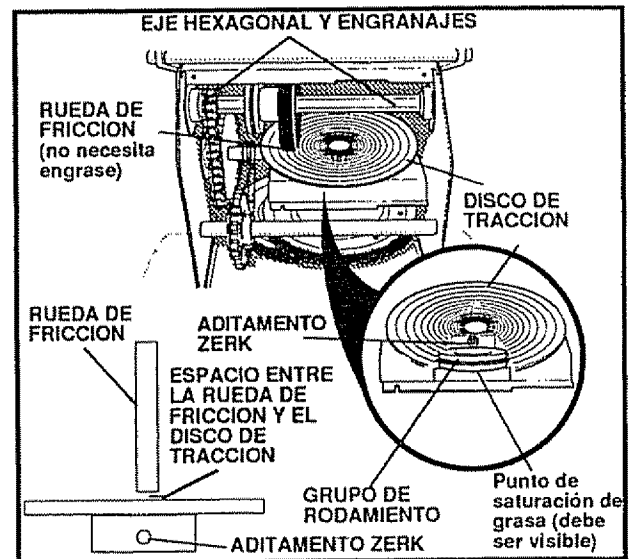

FIG. 18
- Disco de tracción - Utilice grasa Moly para alta temperatura y presión (Hi Temp EP Moly), y un engrasador manual, para engrasar el aditamento zerk colocado debajo del disco (vea la llamada interna en la Fig. 18) cada 25 horas, al final de la temporada fría y/o antes de guardar la unidad. Para efectuar el engrase, haga girar el disco manualmente en el sentido de las agujas del reloj hasta que el aditamento zerk sea visible al frente y al centro. NO permita que la grasa desborde o entre en contacto con el disco o la rueda de fricción, ya que podrían dañarse. Ponga grasa en cantidad suficiente y sólo hasta que sea visible al nivel del rodamiento debajo del aditamento zerk. Vea la "Tabla de lubricación" en la página 16
- Eje hexagonal y engranajes - No requieren lubricación alguna. Todas las partes móviles están lubricadas de por vida y no necesitan mantenimiento (vea la Fig. 18 on página 18)
NOTA: Para almacenamiento, el eje de transmisión hexagonal y engranajes deben limpiarse con aceite de motor 5W30 para prevenir la oxidación (Véase la Fig. 18 on página 18).